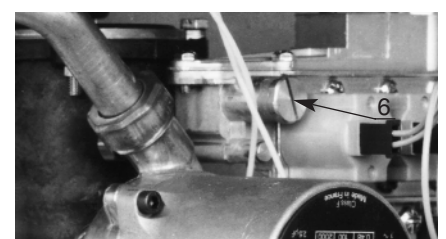

Fig.26
Ajuster à l'aide de la vis située derrière le bouchon (6) (fig. 26) la puissance en chauffage, voir paragraphe «réglages» page 7.